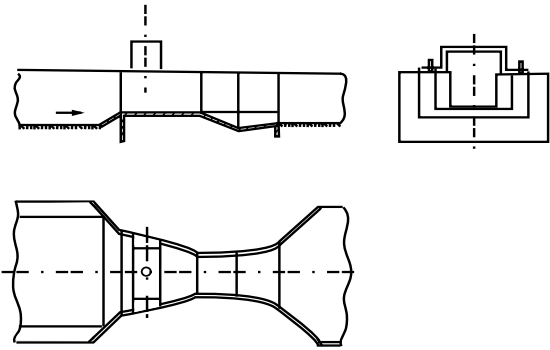
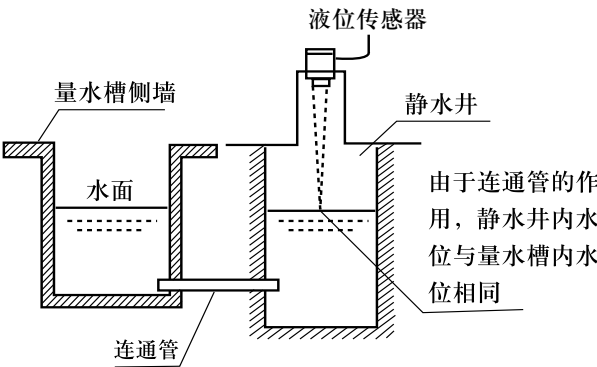

图4.2 液位传感器安装位置示意图(槽式)
图4.3 间接测量示意图
- 槽式流量计：帕歇尔槽和无喉道槽配接的液位传感器安装在距喉道2/3收缩段长度的位置(见图4.2)。P-B槽配接的液位传感器的具体安装位置由厂方提供图纸，依图纸进行安装。
- ①直接测量：液位传感器安装在明渠上，测量起始面在渠道相应位置的底部或堰板的最低过水平面。
- ②间接测量：设静水井和导水管。当液位传感器测量点水面波动剧烈、影响水位测量时，或渠道过窄无法准确测量时，或需要提高水位测量精度时，可使用静水井。由于连通管的作用，静水井内的水位与量水堰槽内水位相同。静水井底要低于行进渠槽中的最低水位。建议静水井为方形，内尺寸以1米见方为好(见图4.3)。